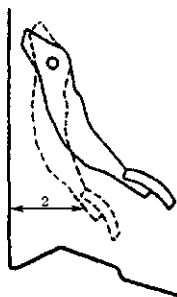

图 3-60 检查制动踏板行程
为了保证制动性能良好，要求经常对制动踏板的技术状况进行检查，特别是对车辆进行保修时，更要严格地检查制动踏板距车底板的距离。检查时，向制动踏板施加 30 N 的力，然后如图 3-60 所示，用直尺量取制动踏板测量点距车底板的垂直距离②应符合标准。若该距离小于规定标准，则应进行调整。昌河、长安、松花江牌微型汽车制动踏板距车底板的距离为 45~50 mm。